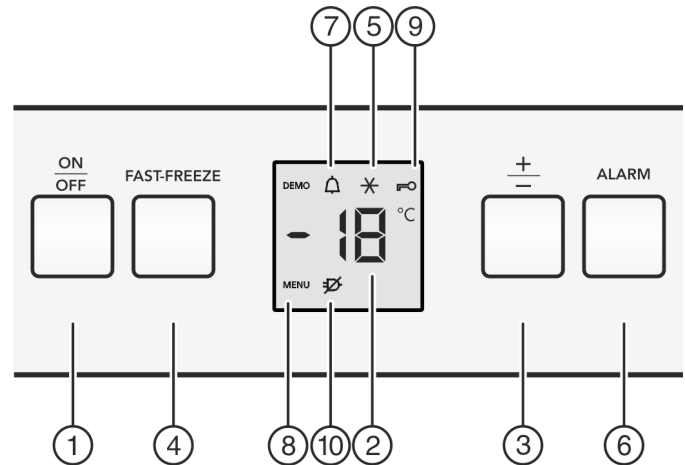

Fig. 2
- ▶ Taste On/Off Fig. 2 (1) drücken.
- ▷ Das Gerät ist eingeschaltet. Die Temperaturanzeige und das Symbol Alarm Fig. 2 (7) blinken bis die Temperatur kalt genug ist.
- ▶ Taste Fast-Freeze *Fig. 2 (4)* ca. 5 Sekunden drücken.
- ▷ In der Anzeige wird das Symbol Menu *Fig. 2 (8)* angezeigt.
- ▶ Mit der Taste Fast-Freeze *Fig. 2 (4)* kurz bestätigen.
- ▷ Das Symbol Kindersicherung *Fig. 2 (9)* leuchtet in der Anzeige.
- ▶ Die Taste On/Off *Fig. 2 (1)* kurz drücken.
- ▶ Taste Alarm *Fig. 2 (6)* drücken.
Gleichzeitig blinkt die Temperaturanzeige und das Symbol Alarm *Fig. 2 (7)*.
Der Tonwarner verstummt automatisch, das Symbol Alarm *Fig. 2 (7)* geht aus und die Temperaturanzeige hört auf zu blinken, wenn die Temperatur wieder ausreichend kalt ist.